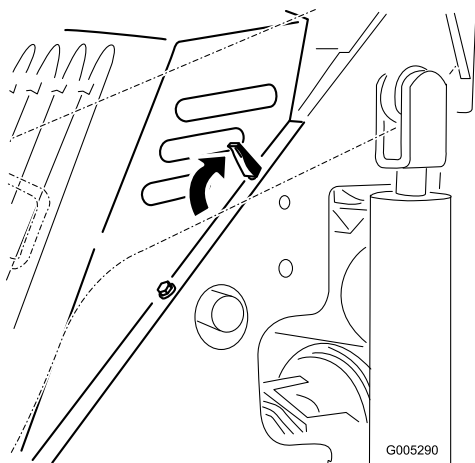

Figura 17
3. Abra las cuatro pestañas de cierre (Figura 17, pestaña superior izquierda ilustrada.)
1. Coloque el capó encima del bastidor de la unidad de tracción, colocando los pernos del capó en los taladros del bastidor (Figura 17).
2. Fije el capó empujando las pestañas de bloqueo hacia adelante y hacia abajo (Figura 17)